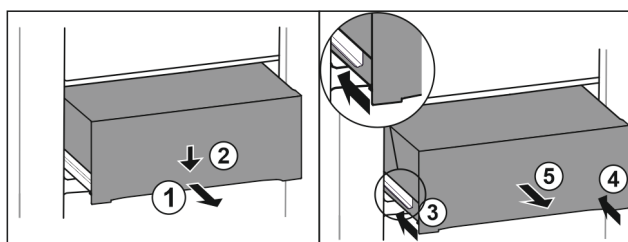

Fig. 81
- Estrarre il cassetto a metà. Fig. 81 (1)
- Premere il cassetto sul lato anteriore verso il basso. Fig. 81 (2)
- Spingere la guida sinistra di circa 2 cm verso l'interno. Fig. 81 (3)
- Spingere la guida destra di circa 2 cm verso l'interno. Fig. 81 (4)
- Rimuovere il cassetto tirandolo in avanti. Fig. 81 (5)